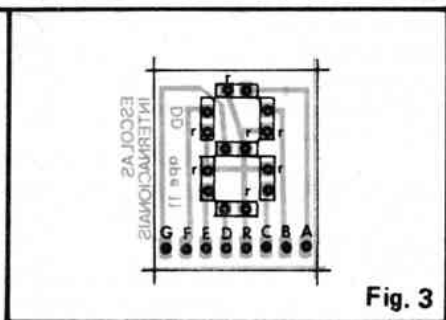

Fig. 3
- **FIG. 3** - Montagem do nosso **display** "feito em casa", com a plaquinha vista pelo lado não cobreado, já com todos os 7 LEDs posicionados (observar a formação do padrão em "8", do qual derivam todos os "desenhos" dos algarismos de "0" a "9"...). Dois pontos **IMPORTANTES** à respeito da fig. 3: